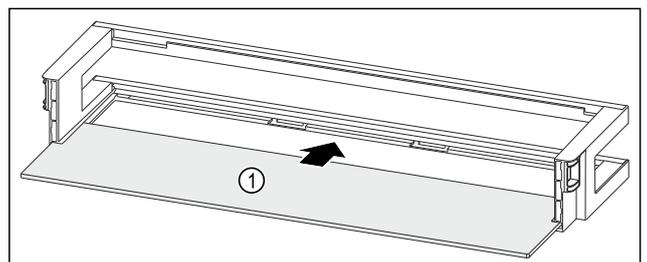

Fig. 134 Türabsteller mit Abstellfläche
- ▶ Abstellfläche Fig. 134 (1) in die seitlichen Einsparungen einschieben.